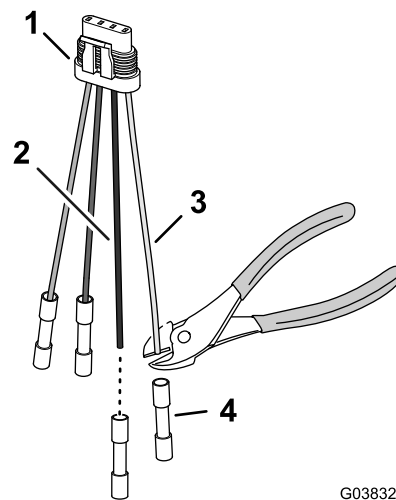

Figura 37
- Tagliate i connettori del giunto a contatto per il filo rosa e i fili neri dell'adattatore a 4 pin (Figura 37).